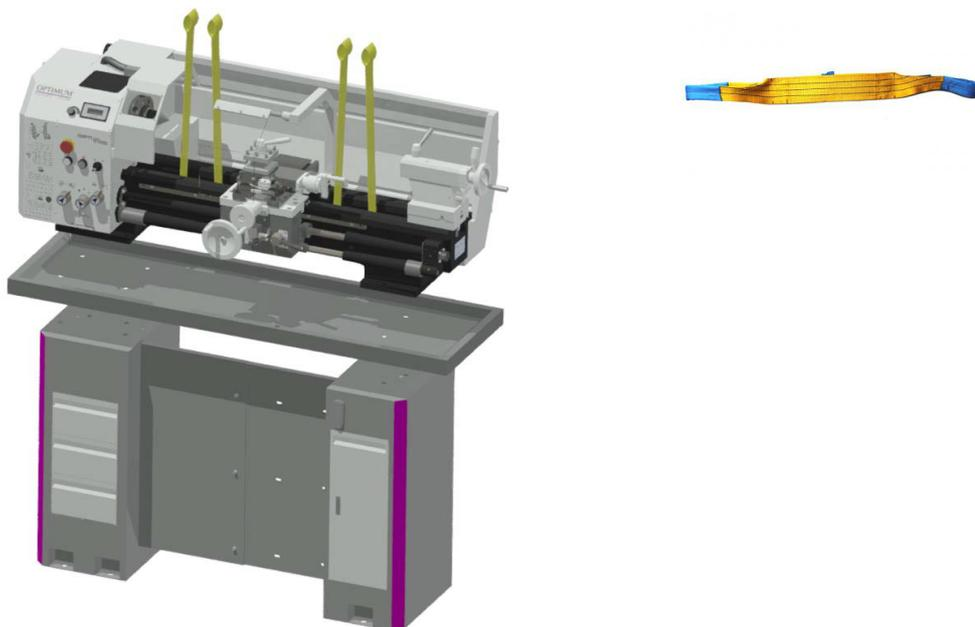

Abb.3-1: Lastanschlag
- ➔ Befestigen Sie das Lastanschlagmittel wie in Abb. 3-1: Lastanschlag dargestellt.